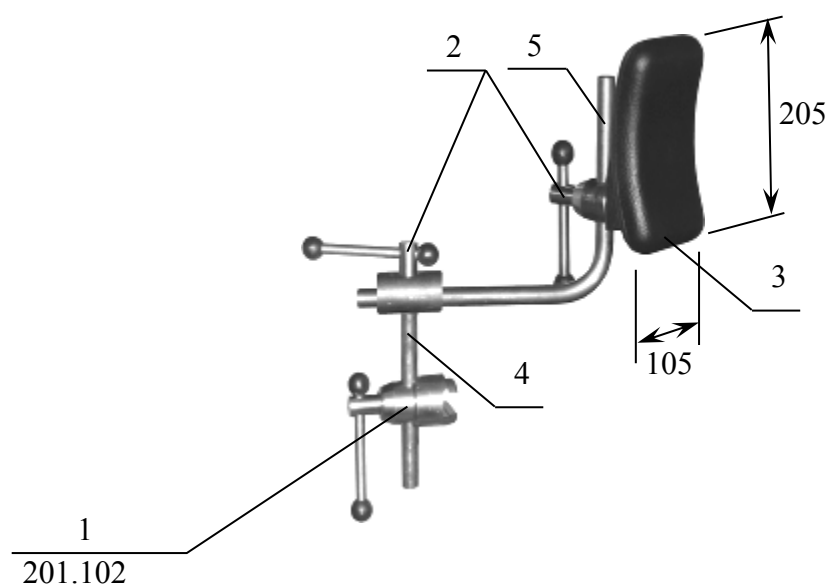

Рисунок 7. Боковой упор.
7. **Боковой упор (Рисунок 7).** Профилированная подушка 105x205 (мм) из литогенополиуретана 3 с нержавеющей Z-образной стойкой и крепежными элементами для установки на направляющую рейку стола. Укомплектован зажимом 201.102. Регулируется положение вдоль панели стола, по высоте, глубине и поворачивается вокруг двух вертикальных осей Z-образной стойки.